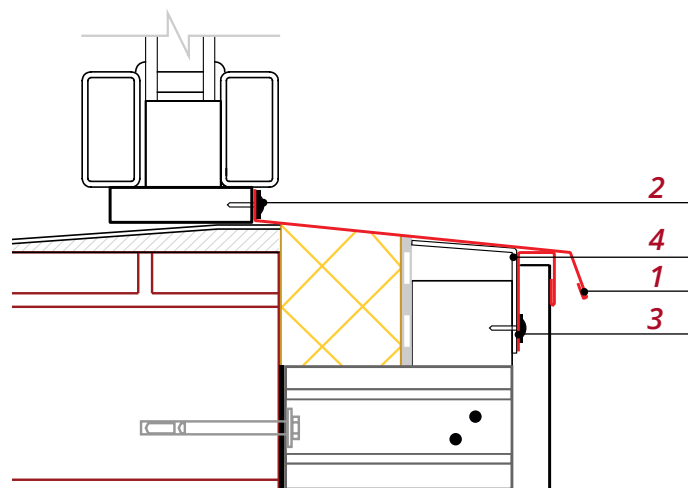

Рис. 14
■ Установите П-образную планку **3** по всей ширине оконного проема, как показано на *рис.14*.